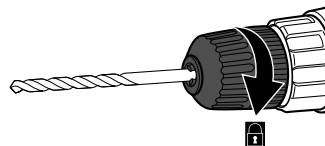

Fig. 3
3. Fixer le mandrin sans clé (3) en position et tournez le manchon du mandrin (2) dans le sens horaire jusqu'à ce que la mèche est fixée correctement dans les mâchoires de l'étau (1) (Fig. 3).